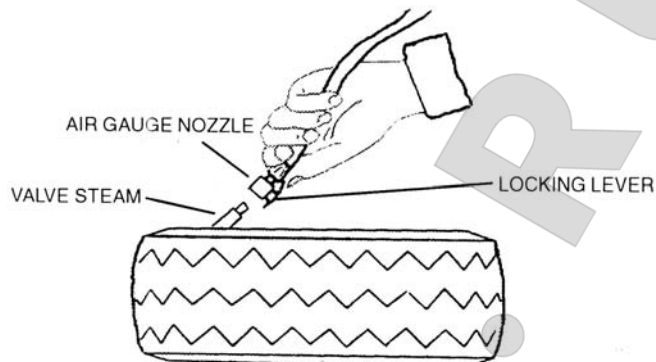

рис.8
- 4) Помните, что воздух нужно накачивать короткими струями и постоянно проверять давление. Когда будет достигнуто требуемое давление, отсоедините наконечник от соска и закрутите на сосок колпачок (рис.8).